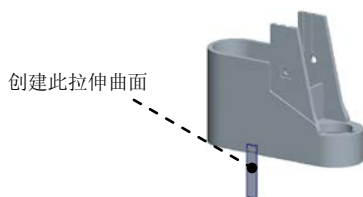

图 19.16 创建拉伸曲面
Step5. 通过拉伸的方法创建图 19.16 所示的曲面。